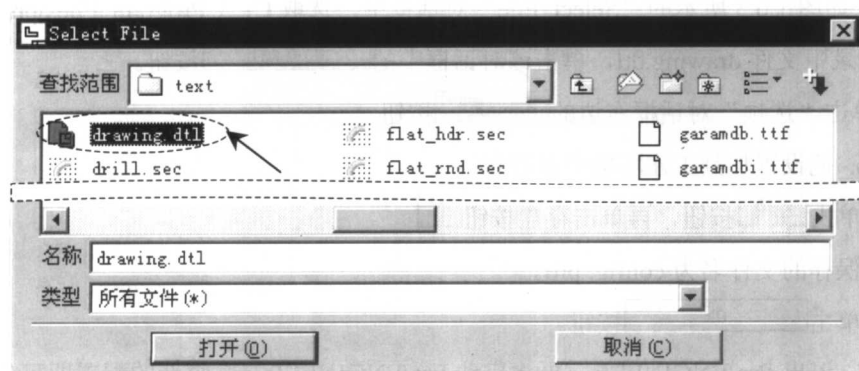

图 1.6.3 “Select File”（选择文件）对话框
③ 在如图 1.6.3 所示的“Select File”对话框中, 选取 C:\Program Files\proeWildfire 2.0\text 目录中文件 drawing.dtl, 单击该对话框中的 **打开(O)** 按钮。
④ 单击“选项”对话框右边的 **添加/更改** 按钮。
(1) 单击 **应用** 按钮, 再单击存盘按钮 .
(2) 保存的文件名为 config.pro。
(3) 单击 **Ok** 按钮。